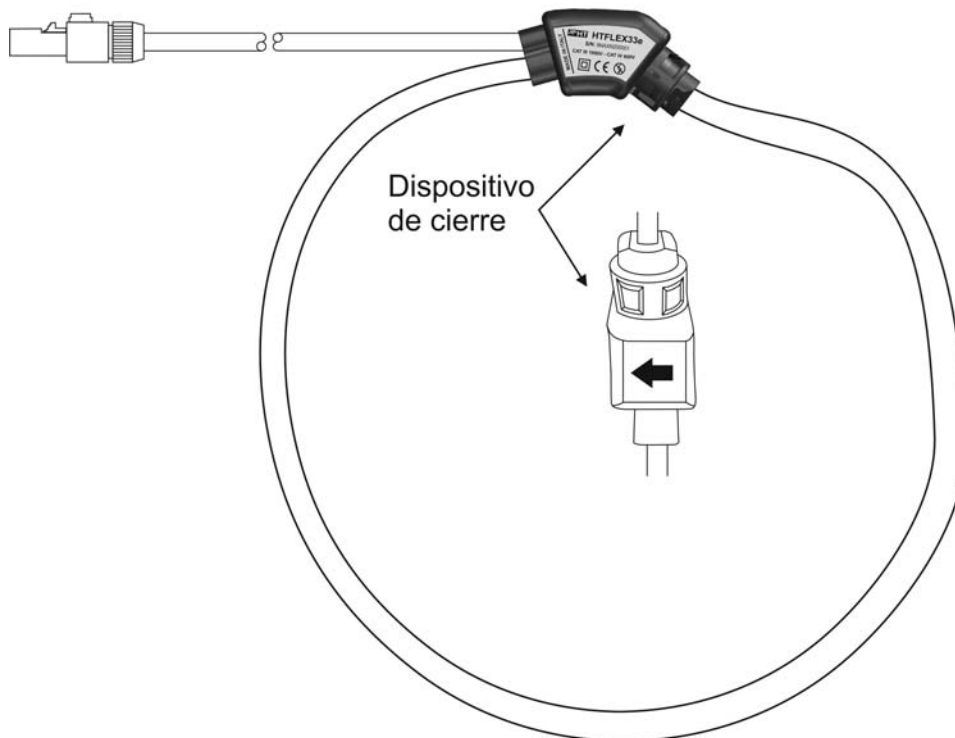

Fig. 2: Descripción de transductor HTFLEX33e
La pinza HTFLEX33e, ligera y flexible, es un transductor de corriente que puede ser envuelta alrededor de la mayor parte de los conductores. El transductor tiene una curvatura predefinida que permite maniobrar con facilidad alrededor de los conductores (ver Fig. 2). La versatilidad aplicativa y el grado de aislamiento diferencian el transductor HTFLEX35 de los otros métodos de medida de corriente. El transductor de medida está construido utilizando materiales no ferrosos, minimizando en tal modo cualquiera influencia para acoplamiento magnético sobre el circuito bajo prueba.
La pinza de corriente a diferencia de la mayor parte de los actuales TA, ha sido proyectados para permitirle al operador de posicionarla alrededor del conductor sin interrumpirlo. Aunque la salida del Transductor HTFLEX33e sea CA, en algunos casos puede ser necesario orientar el transductor de modo tal que a los terminales de salida la polaridad sea definida (Ejemplo: medidas de potencia). Éste puede ser hecho instalando el transductor alrededor del conductor prestando atención a la flecha impresa sobre el dispositivo de cierre (ver Fig. 2) dirijase en la dirección dónde, circula la corriente, o bien del generador a la carga. Cuando se realicen medidas sobre instalaciones trifásicas, es además necesario respetar la correspondencia entre la sonda voltiamperimétrica del instrumento de medida conectado y el transductor de pinza relativos a la misma fase.
1. Envolver la bobina alrededor del conductor, uniendo los dos extremos de la pinza, respetando la flecha en la parte trasera del dispositivo de cierre (ver Fig. 2) que indica, por convención, la dirección de la corriente desde el generador a la carga